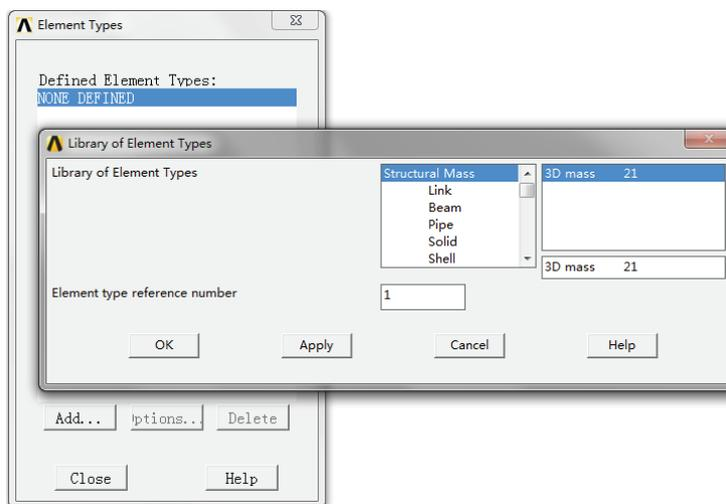

图 5-56 关键点单元类型定义
(1) 定义单元类型。选择【Main Menu】/【Preprocessor】/【Element Type】/【Add/Edit/Delete】命令，弹出如图 5-56 所示的【Element Type】单元类型对话框，单击 **Add...** 按钮，弹出【Library of Element Types】单元类型库对话框，选择“Structural Mass”中的“3D mass 21”单元，单元类型参考号使用缺省的“1”。单击 **OK** 按钮，单击单元类型对话框的 **Close** 按钮。